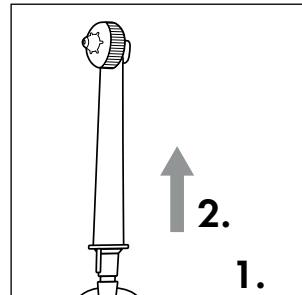

Fig. 3
- ◆ Para desmontar el cabezal **②**, pulse el botón de desencastre **⑪** de la pieza manual **⑤** y tire del cabezal **②** para extraerlo de la pieza manual **⑤** (consulte la fig. 3).